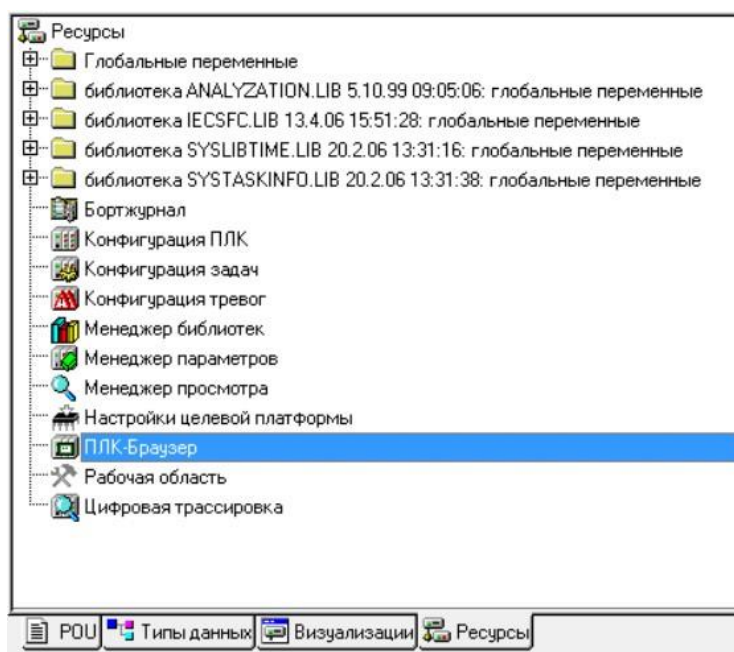

Рисунок 1.3. ПЛК-Браузер
9. В CODESYS v2.3 перейти на вкладку **Ресурсы** (рисунок 1.3) и двойным щелчком левой клавиши мыши выбрать **ПЛК Браузер (PLC-Browser)**.